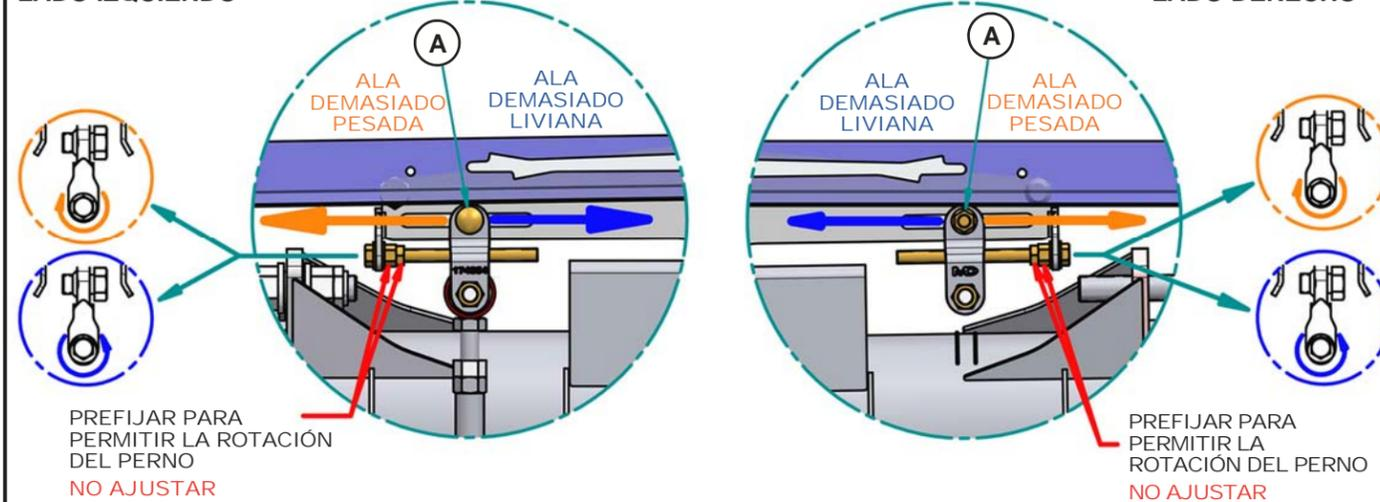

Figura 10: Ajuste del balance de las alas
- Afloje el tornillo (A) para el ala que requiere ajuste.
- Equilibre el ala de acuerdo con la **Figura 10: Ajuste del balance de las alas** a continuación.
- Ajuste el tornillo (A).